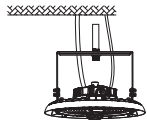

Figure 11
4. Après l'installation, connectez le fil de l'appareil au secteur selon les règles de câblage locales, assurez-vous que la connexion est stable et faire une bonne protection sur la connexion. En ajustant le supports vis, les utilisateurs peuvent régler 50° vers la gauche ou la droite verticalement. (figure 11)